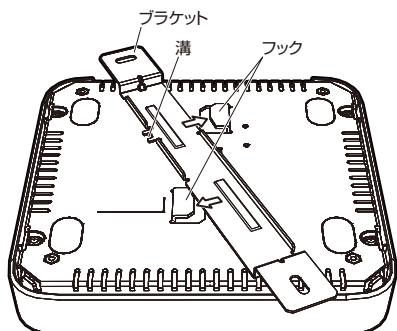
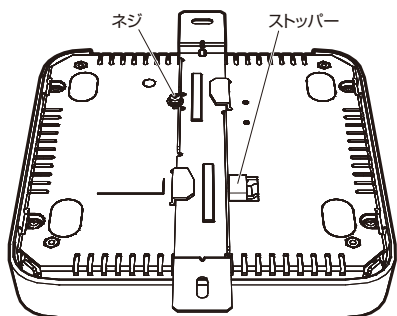

図 2.3.5 ブラケットでストッパーを押し下げる
図 2.3.6 ブラケットを取り付けた状態
- 4 図 2.3.5 のように、ブラケットでストッパーを押し下げながら、ブラケットを矢印の方向に回転させます。ブラケットがフックにはまり込み、ストッパーが飛び出します（図 2.3.6）。